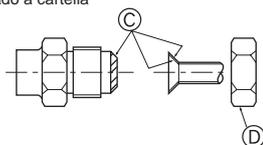

Fig. 4-1
- Stendere uno strato sottile di oliorefrigerante sul tubo e collegare la superficie di appoggio prima di serrare il dado a cartella. Ⓐ (Fig. 4-1)
- Serrare i raccordi dei tubi usando due chiavi. Ⓑ (Fig. 4-1)
- Applicare olio adatto alle macchine di refrigerazione sull'intera superficie di alloggiamento svasata. Ⓒ (Fig. 4-1)
- Utilizzare i dadi a cartella per le seguenti dimensioni di tubazioni. Ⓓ (Fig. 4-1)
- Ⓐ (Fig. 4-1)
- Ⓑ (Fig. 4-1)